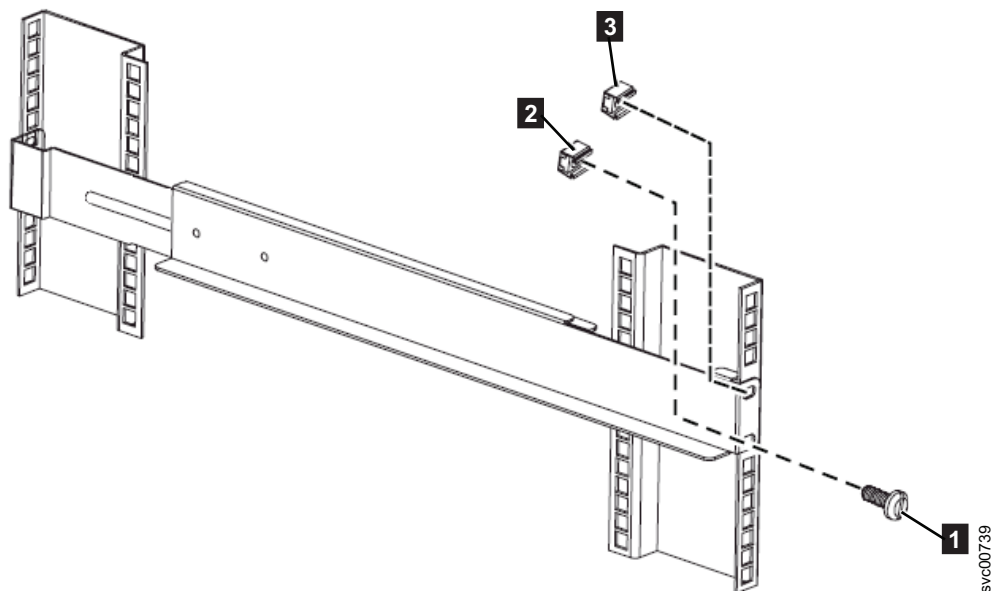

图 238. 将 2145 UPS-1U 导轨的前部连接到机架中。
7. 将两颗夹片螺母 **2** 和 **3** 安装到机架的前部。然后在底部安装孔中（图 238 中所示）只使用一颗 M6 x 10 螺钉 **1** 连接导轨。